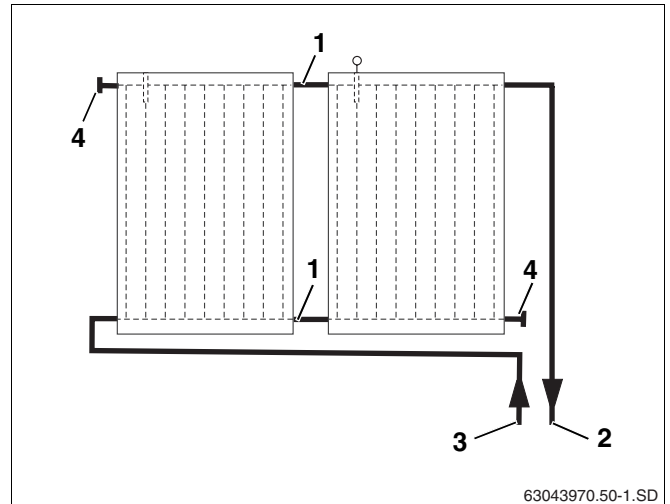
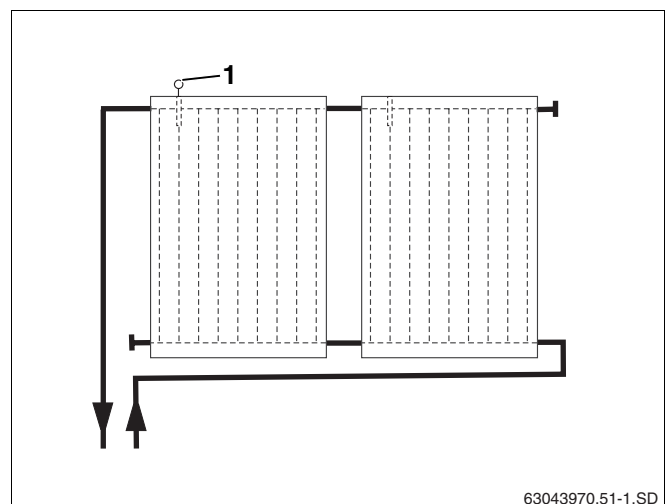

Fig. 17 Conexión hidráulica (derecha)
Fig. 18 Conexión hidráulica (izquierda)
La conducción de tubos del campo de colectores debe realizarse según el principio de Tichelmann. De esta forma se garantiza que cada uno de los colectores reciba el mismo caudal (fig. 18).
La tubería de impulsión puede montarse a la derecha (fig. 17) o a la izquierda (fig. 18). En estas instrucciones se ha representado la tubería de impulsión en el lado derecho.
Los colectores deben montarse de tal forma que los pasos para el soporte de la sonda del colector (fig. 18, **pos. 1**) se encuentren arriba.